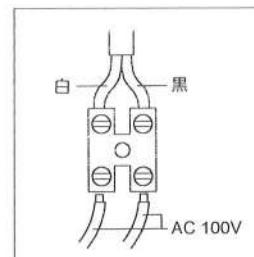

図8
- 配線は端子の中に電線を差し込み、ネジで止めて下さい。(図8参照)